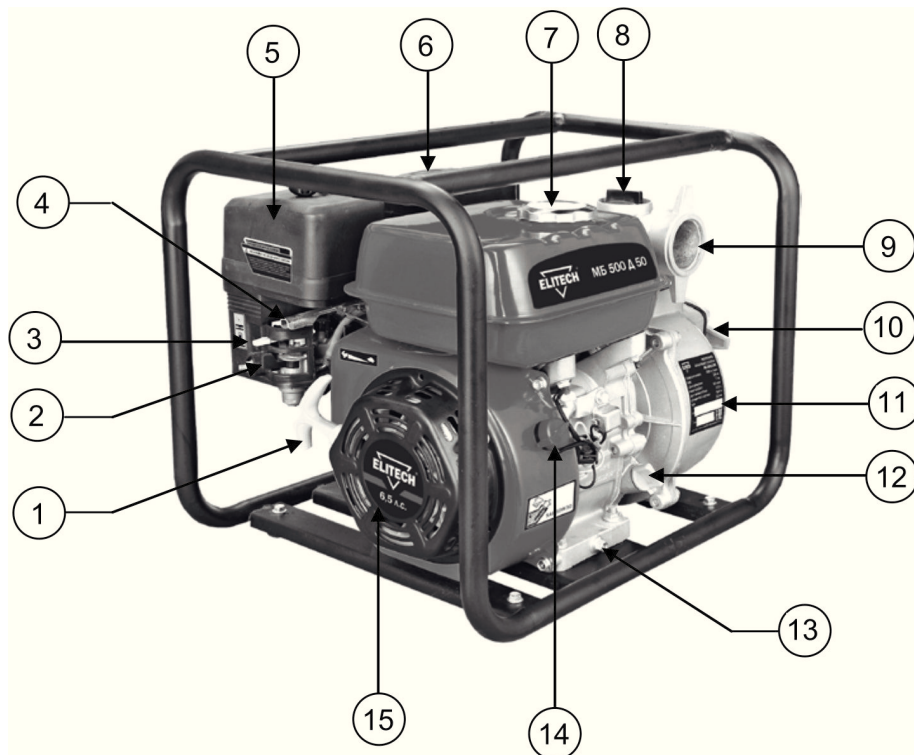

Рис. 1
3. Переведите выключатель зажигания 14 (рис. 1) в положение ON (ВКЛЮЧЕНО)